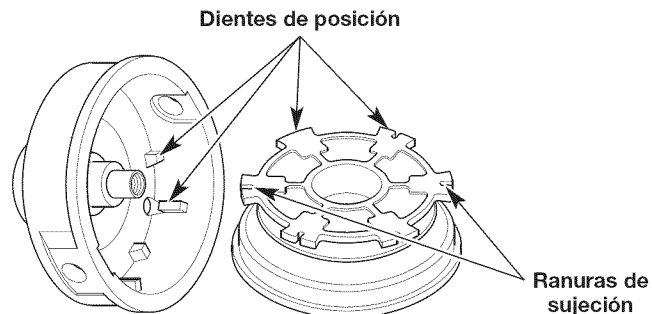

Fig. 12
6. Compruebe que los dientes de posición y las ranuras de sujeción no estén desgastados (Fig. 12). Si fuera necesario, quite las rebabas o cambie el carrete interior y la bobina exterior.